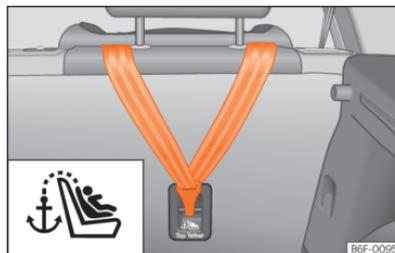

Fig. 40 Parte posterior dos bancos traseiros: argolas de fixação para o cinto Top Tether.
- Deslize a correia e fixe-a corretamente na fixação da parte posterior do encosto >>> **Fig. 40**.